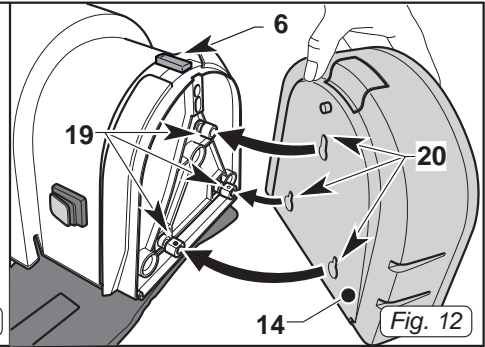

Fig. 12
- Montér batteripakken (14 Fig.12) om kamerahuset indsættelse kontakter (19 Fig. 12) i hullerne (20 Fig.12).